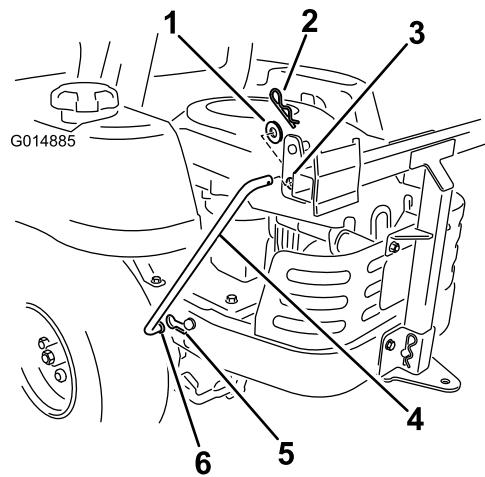

Figura 15
5. Instale dos varillas de apoyo, una en cada lado del bastidor del ensacador. Localice la ranura en forma de bocallave en el bastidor de la máquina, e instale el extremo doblado abocinado de la varilla en la ranura (Figura 15). Mueva la varilla hacia atrás para asentirla en el bastidor.
6. Introduzca los extremos doblados de la varilla en el bastidor del ensacador según se muestra en Figura 15. Sujete el extremo de la varilla con una arandela y un pasador de horquilla.